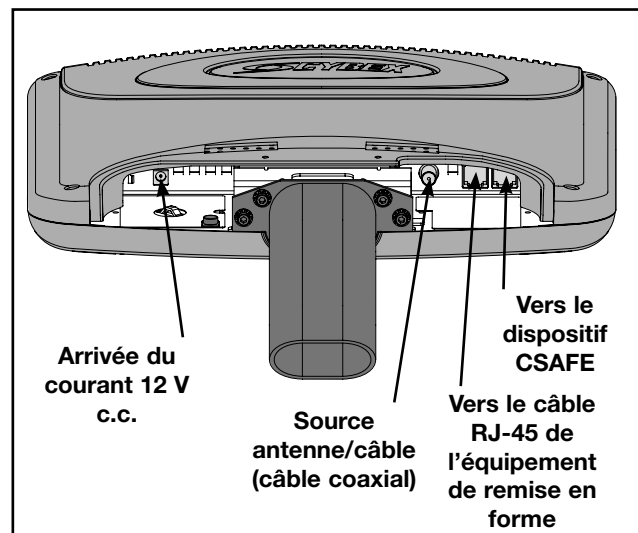

Figure 19
- F. Insérez le câble d'alimentation, le câble coaxial et le câble RJ-45 dans le moniteur tel qu'illustré à la figure 19. **REMARQUE :** L'utilisation de l'accès CSAFE est optionnelle et requiert un câble et un dispositif CSAFE (Communications Specification for Fitness Equipment).